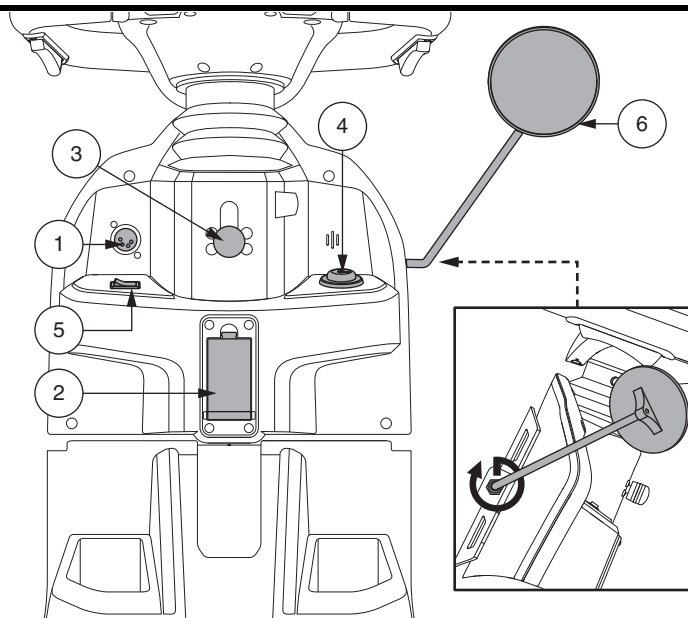

Figure 4. Composants du guidon inférieur
Pour charger les batteries, le cordon du chargeur doit être branché dans ce réceptacle. Le réceptacle est situé sur le guidon. Voir la figure 4.
- Insérez la clé dans le contact et tournez-la dans le sens horaire pour allumer votre VMP. Voir la figure 4.
Ce commutateur permet de sélectionner le levier d'accélérateur (gauche ou droit). Voir la figure 4.